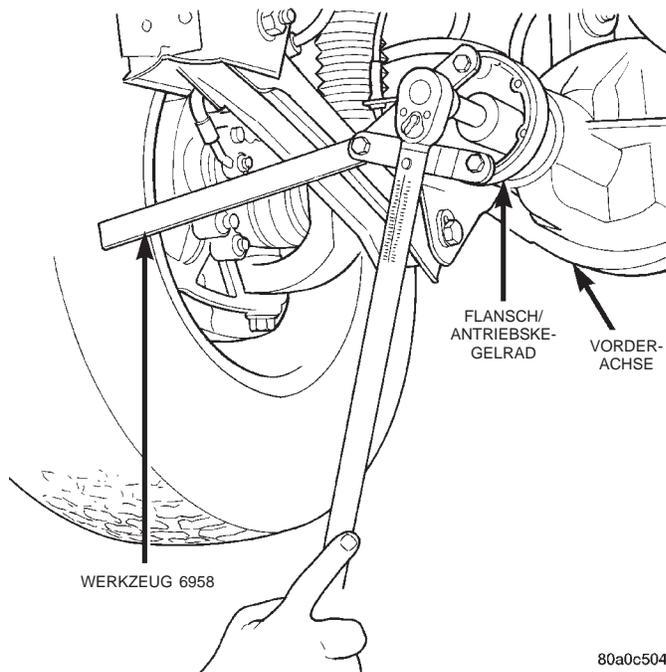

Abb. 16 Mutter der Gelenkgabel am Antriebskegelrad anziehen
(8) Mit Haltegriff 6958 und einem auf 353 N·m (260 ft. lbs.) eingestellten Drehmomentschlüssel den Quetschring zusammenpressen, bis das Axialspiel der Lager beseitigt ist (Abb. 16).
(9) Die Mutter des Antriebskegelrads in Schritten von 6,8 N·m (5 ft. lbs.) langsam festziehen, bis das richtige Losbrechmoment eingestellt ist. Dabei das Drehmoment mehrfach messen, damit der Quetsch-